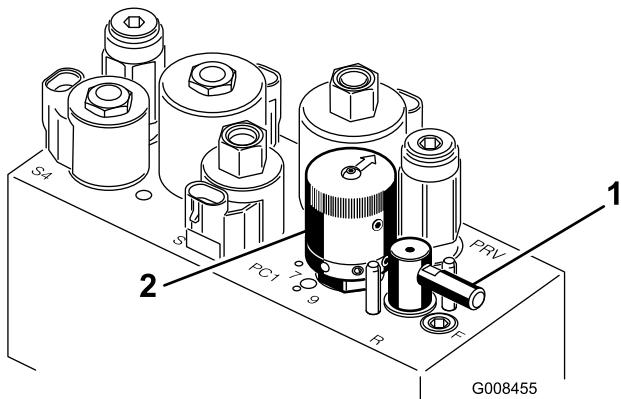

図 56
5. バックラップレバーを R 位置にセットする（図 56）。
6. リール速度セレクタを 1 にセットする（図 56）。